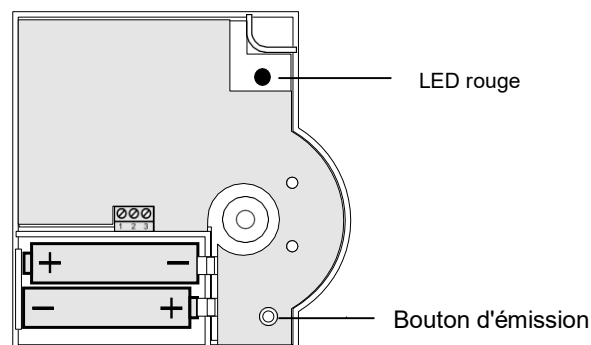

Figure 2: Polarité des piles et bouton d'émission
- Mettez en place les piles Mignon fournies en respectant la polarité (voir Figure 2). Lorsque la LED rouge du HCW 82/HCF 82 clignote, les piles doivent être remplacées (voir "Changement de piles", Page 14).
- Activez la reconnaissance dans les 4 min en appuyant sur le bouton d'émission de la sonde de température ambiante (voir Figure 2, bouton d'émission).